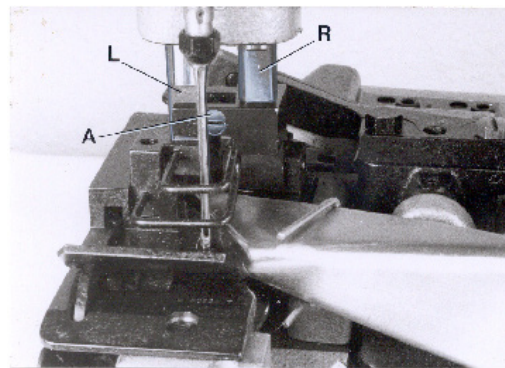

Fig. 10
Styles 80800TLN, TALN, UN, UAN, ULN and UALN have a two-piece presser foot. Insert the right presser foot part on the pivot of the right presser bar (R, Fig. 10) and align the flats on the left presser bar (L, Fig. 10) to the guide fork of the presser foot shank. The flats on the left presser bar should slide freely in the fork, this can be adjusted with screw (A). Secure this setting with the lock nut. Now insert the left presser foot part on the pivot of the left presser bar (L) and align it with needle slot and feeler slot to the throat plate. Tighten set screws in both presser foot shanks.
Die Maschinen 80800TLN, TALN, UN, UAN, ULN, and UALN haben einen zweiteiligen Drückfuß. Schieben Sie das rechte Drückfußteil auf den Zapfen der rechten Drückfußstange (L, Fig. 10) und richten Sie die Flächen auf der linken Drückfußstange (L, Fig. 10) nach der Führungsgabel der Drückfußnabe aus. Die Flächen der linken Drückfußstange müssen in der Gabel leicht gleiten können, dies kann mit der Schraube (A) eingestellt werden. Sichern Sie die Einstellung mit der Kontermutter. Nun schieben Sie das linke Drückfußteil auf den Zapfen der linken Drückfußstange (L) und richten es mit Stichloch und Tasterschlitz zur Stichplatte aus. Ziehen Sie die Gewindestifte in beiden Drückfußnaben an.